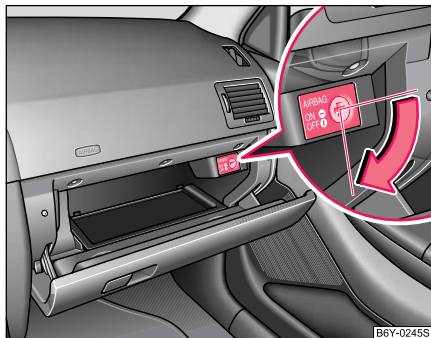

Fig. 105 Vano portaobjetos: Conmutador para airbags del acompañante
- Girar con la llave de contacto la ranura del conmutador del airbag en el sentido de la flecha a la posición **OFF** ⇒ fig. 105. La ranura del conmutador del airbag ha de encontrarse en posición vertical.
- Girar con la llave de contacto la ranura del conmutador del airbag en sentido contrario al de la flecha a la posición **ON** ⇒ fig. 105. La ranura del conmutador del airbag ha de encontrarse en posición horizontal.